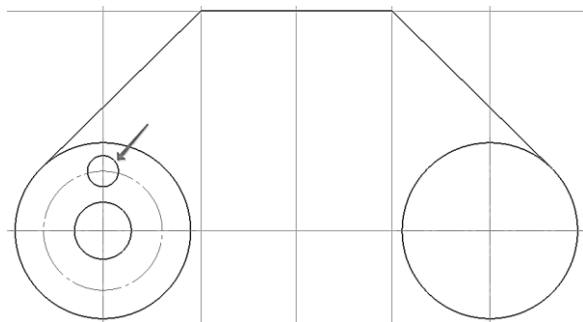

Рис. 46. Построение окружности
2.9.2 На осевой окружности в точке пересечения с вертикальной линией чертим окружность диаметром 12, стиль – основная (рис. 46).